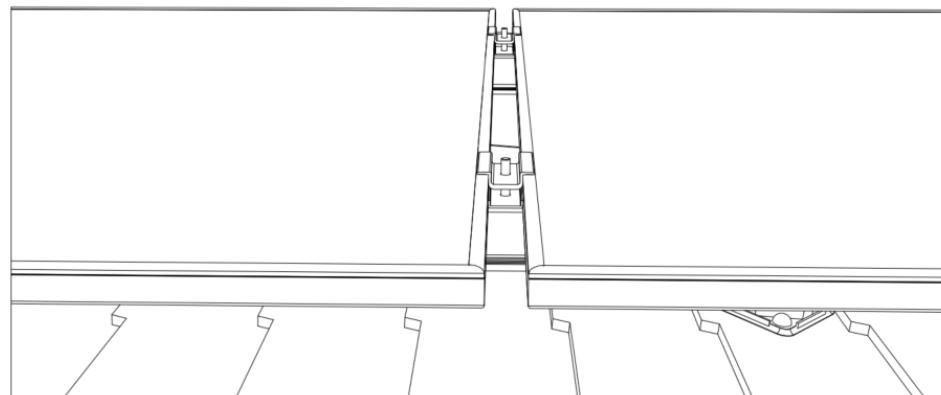

図 9
- 次に、中押さえ金具をレールの取付溝に差し込み、最初のモジュールの端に寄せます。続いて、第2枚目のモジュールを第1枚目のモジュールの隣に設置し、2枚のモジュール間の隙間を32mmに保ちます(図9参照)。第2枚目のモジュールを固定する前に、製品のジャンクションボックスを接続してください。モジュール位置を調整した後、中押さえ金具を2枚のモジュールの間に押さえ込み、ボルトで締め付けます(推奨トルク値: 15 N·m)。中押さえ金具が確実に固定され、モジュール間の隙間が均等であることを確認してください。